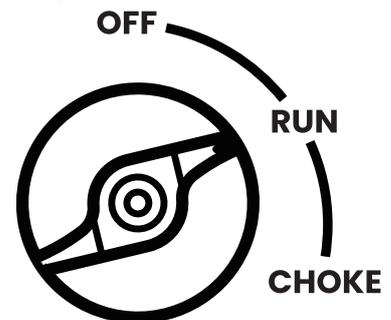

Figura 8: Portare l'interruttore motore/carburante in posizione RUN
5. Quando il motore si avvia e si stabilizza, riportare l'interruttore di avviamento in posizione RUN (vedere la Figura 8).